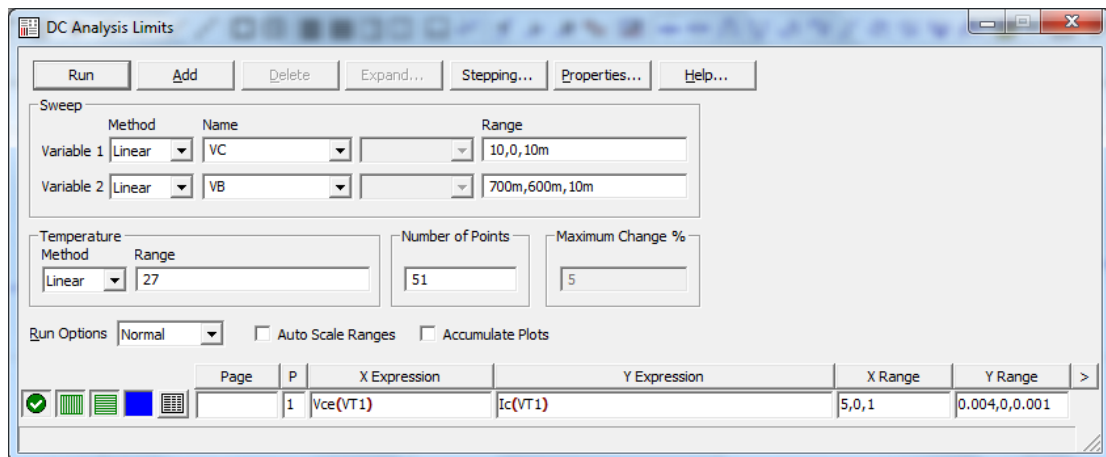

Рис. 2.4. Задание на расчёт выходных характеристик БТ
фика проходной характеристики нужно нажатием на кнопку **Cursor Mode**  или клавишу **F8** активизировать режим измерений. При этом на графике появятся два маркера, которые можно перемещать при нажатой левой или правой кнопке мыши. Затем маркеры нужно расположить симметрично относительно рабочей точки как можно ближе к ней – один слева, а другой справа (рис. 2.4). При этом в нижней части графика будут указаны следующие значения:
**Измерение выходных характеристик и определение выходной проводимости транзистора.** Для построения семейства графиков выходных характеристик биполярного транзистора необходимо задать параметры двух варьируемых источников постоянного напряжения (рис. 2.4):